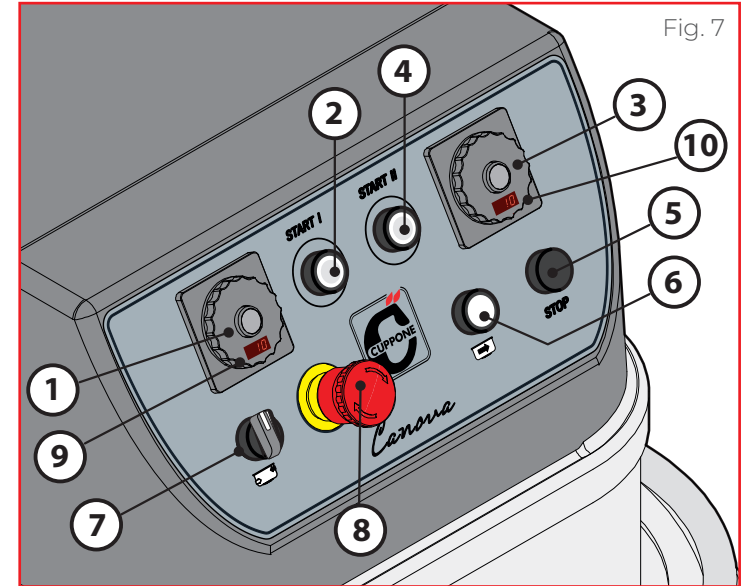

Fig. 7
► **Fig. 7** La elaboración puede iniciarse de una de las siguientes maneras: